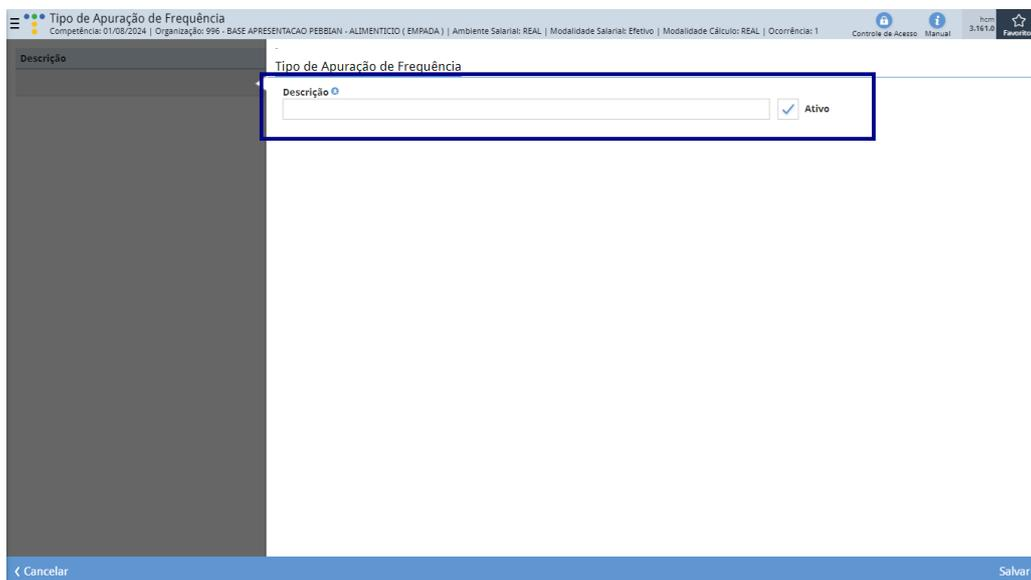

Figura 15: Campos
- **Preenchimento dos Campos** (Figura 15): Complete todos os campos com as informações corretas para o cadastro que está sendo realizado. Informações obrigatórias serão indicadas com uma marcação azul ao lado do nome do campo.